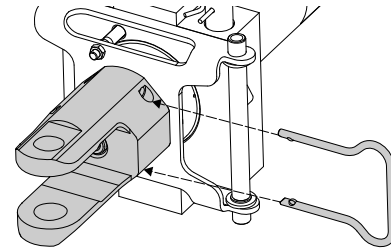

Figure 5
- Fixer la chape appropriée au piston de vérin à l'aide de l'agrafe élastique. (Fig. 5) Pour plier des conduits de 3-1/2 po - 4 po après avoir utilisé la chape déployée, passer à la chape et laisser le bloc-cylindres en position supérieure.